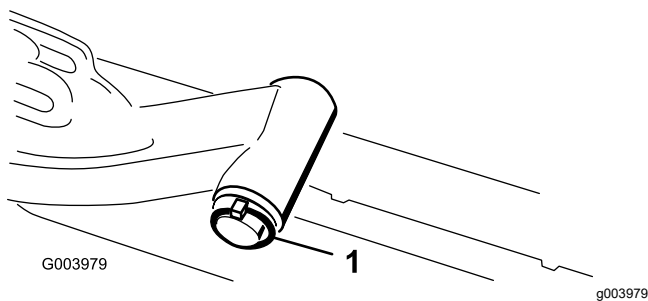

Figura 11
- A. Retire o pino de sujeição e a anilha que prende o veio da articulação do braço de elevação ao braço de elevação e faça deslizar o veio de articulação para fora do braço de elevação (Figura 11).
- C. Insira o veio do braço de elevação no braço de elevação e prenda-o com a anilha e o pino de sujeição (Figura 11).